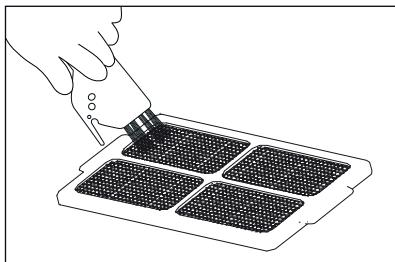

Fig. 11
- 5) Pulire il filtro a reticella con lo spazzolino 10 (vedere fig. 11).